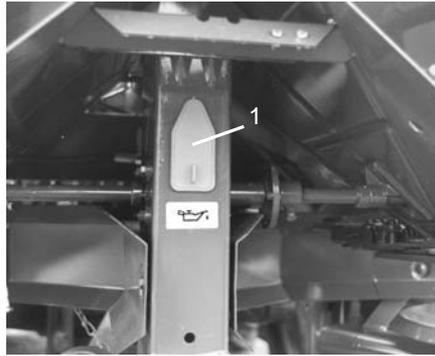

Fig. 33
- Nettoyez et graissez l'arbre d'agitation et la chaîne d'entraînement (Fig. 33/1).